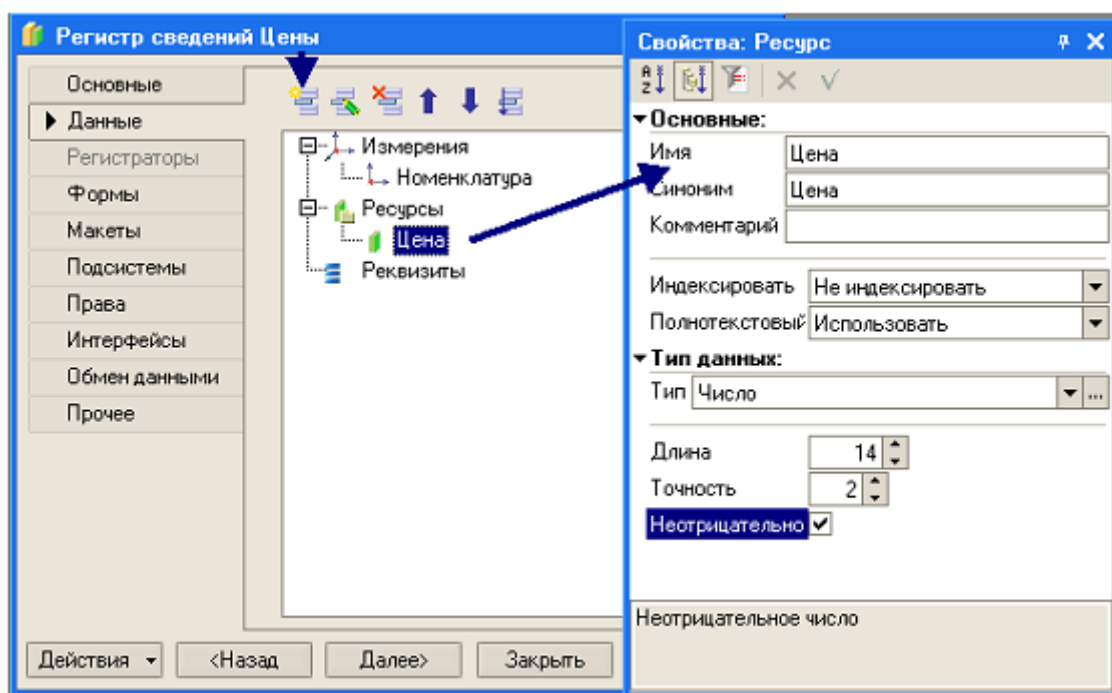

Рис. 84
- создайте в объекте **Регистр сведений** новый ресурс *Цена* со свойствами: *тип* – Число, *длина* 15, *точность* 2, неотрицательное (рис. 84);